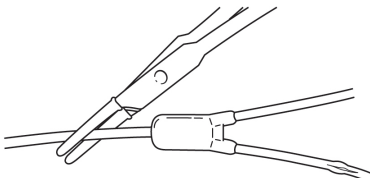

Fig. 10
1. Préparer le site. Fixer fermement le cathéter, distal à la tubulure en Y, avec des pinces en caoutchouc. (Fig. 10)